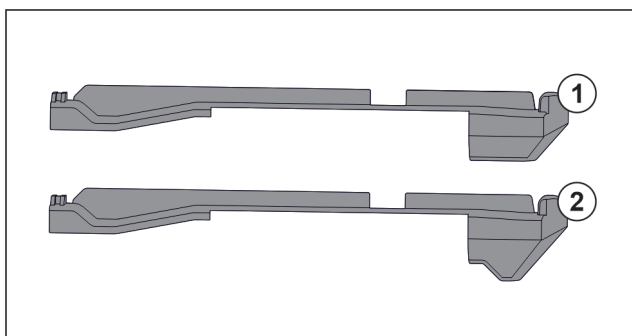

Fig. 59 Porównanie elementów nasadzanych
W urządzeniu znajdują się dwa różne elementy nasadzone. Element nasadzany nad najniższą szufladą Fig. 59 (2) posiada trójkątną krawędź. Wszystkie pozostałe elementy nasadzone Fig. 59 (1) mają prostą krawędź.
- ▶ Element nasadzany Fig. 59 (2) z trójkątną krawędzią umieścić nad najniższą szufladą.
- ▶ Element nasadzany Fig. 59 (1) z prostą krawędzią umieścić we wszystkich pozostałych miejscach.